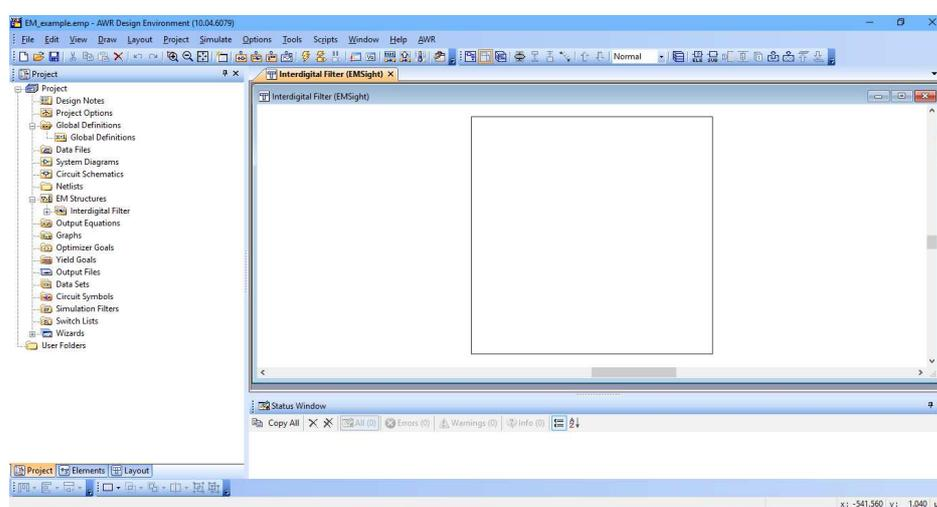

Рисунок 2.1 – Окно EM структуры
2. Напечатайте «**Interdigital Filter**» в колонке имени (Enter a name for the EM Structure), в окне «**Available Simulators**» выберите «**AWR EMSight Simulator**» и нажмите **Create**. В рабочем окне MWO появляется окно EM структуры (рисунок 2.1).